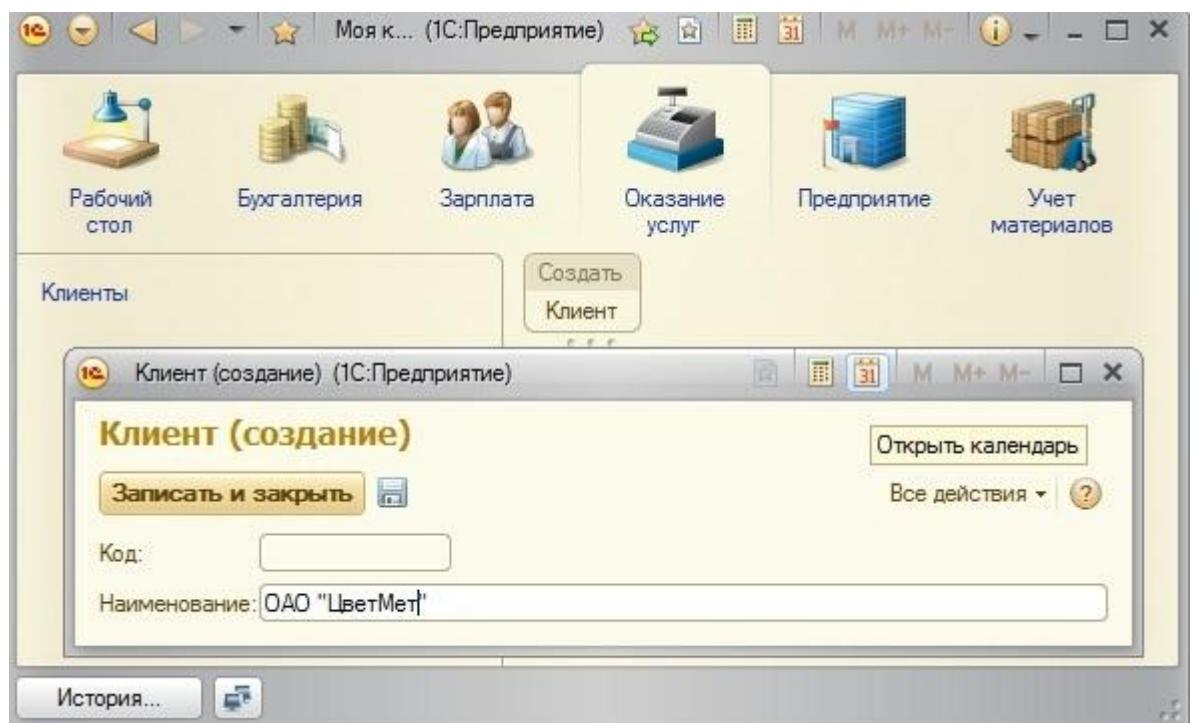

Рисунок 24 Добавление записей в справочник
- Выберите подсистему «Оказание услуг», нажмите ссылку «Клиент» в области «Создать», добавьте в справочник «Клиенты» минимум три записи (рис. 24).